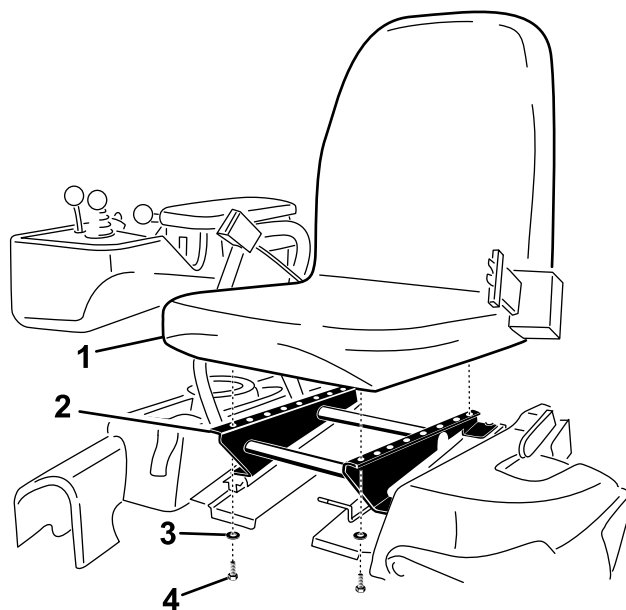

Figura 4
3. Prenda o banco à base do banco com os quatro parafusos e anilhas previamente removidos (Figura 4).